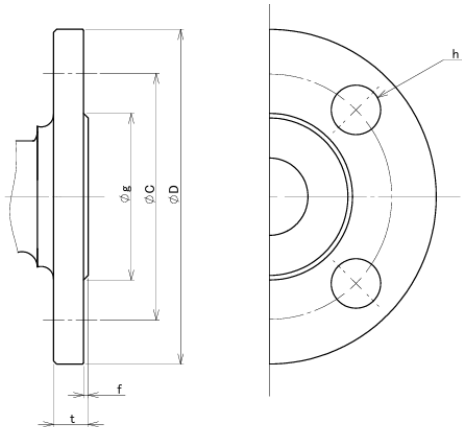

図 14. JIS B2220 フランジ図
1.1 JIS B 2220 のフランジ寸法は下図 14、表 16 を参照ください。